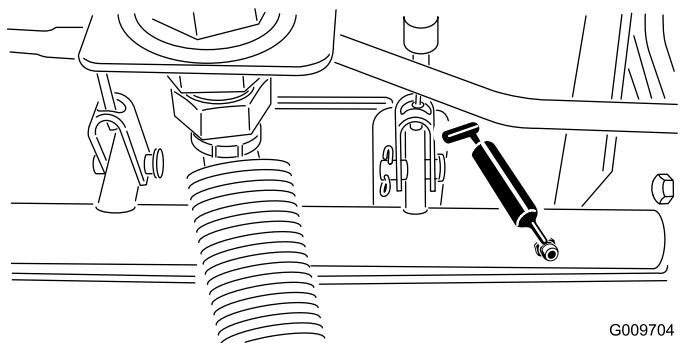

Рисунок 33
- Шарнирные опоры вала тормоза (5 шт.), как показано на Рисунок 33